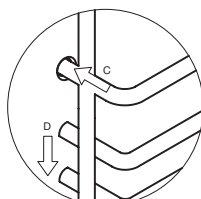

Fig.9
2. A continuación, inserte el riel en el encaje frontal y presiónelo hacia abajo. Asegúrese de que los rieles estén bien fijados. (Fig.9)